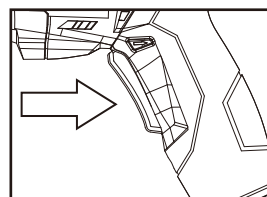

Fig. 4
- > Ligue a ferramenta pressionando o interruptor Ligar/Desligar (2) (Fig. 4).